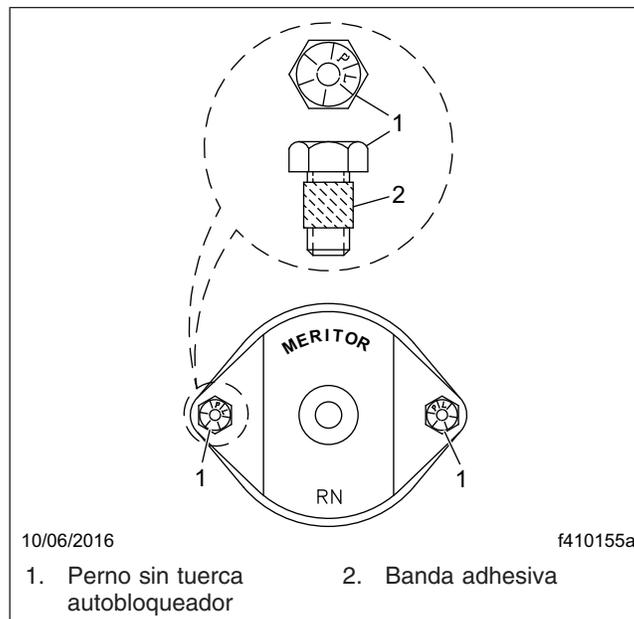

Figura 1, Sujetadores para las tapas de cruceta de la junta universal Arvin Meritor
2. *Para juntas universales con tapas de rodamiento*, apriete los pernos de las tapas de rodamiento a 43 lbf·ft (49 N·m). Vea la Figura 1.